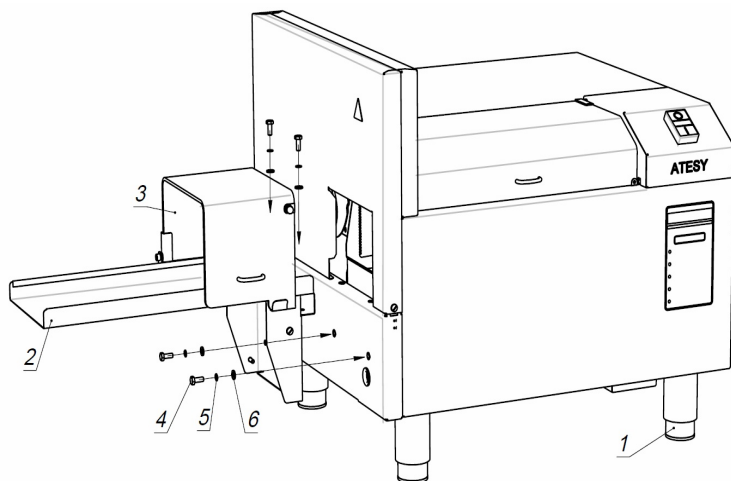
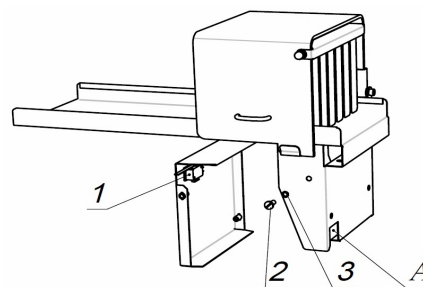
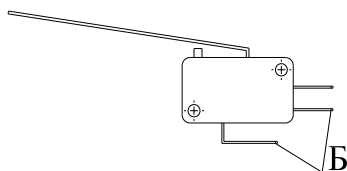

Рис.1
Рис.2
Рис.3
- Вкрутить съёмные части ножек (поз.1) (рис.1).
- Протянуть провод питания микровыключателя через паз А (рис.2) в платформе (поз.2) (рис.1) и монтировать наконечники проводов на соответствующие клеммы В (рис.3).
- Платформу для сбора хлеба (поз.2) (рис.1) крепить к корпусу хлеборезки при помощи крепежа М6 (болт М6х14, шайба 6, гровер 6) (поз.4,5,6)- 4шт.
- Крышку с микровыключателем (поз.1) (рис.2) привернуть к платформе (поз.2) (рис.1) при помощи крепежа М5 (винт М6х14, гровер 6) (поз.2,3) - 2 шт.
5.2.4. Нарезанный хлеб собирается на платформе. Чтобы взять его необходимо открыть предохранительную крышку (поз.3) (рис.1).